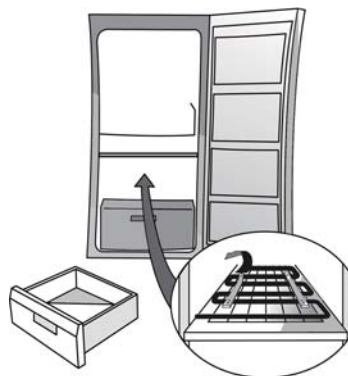

Fig. 1
- Monte os espaçadores (Fig. 1, 2 ou 3 conforme os modelos)